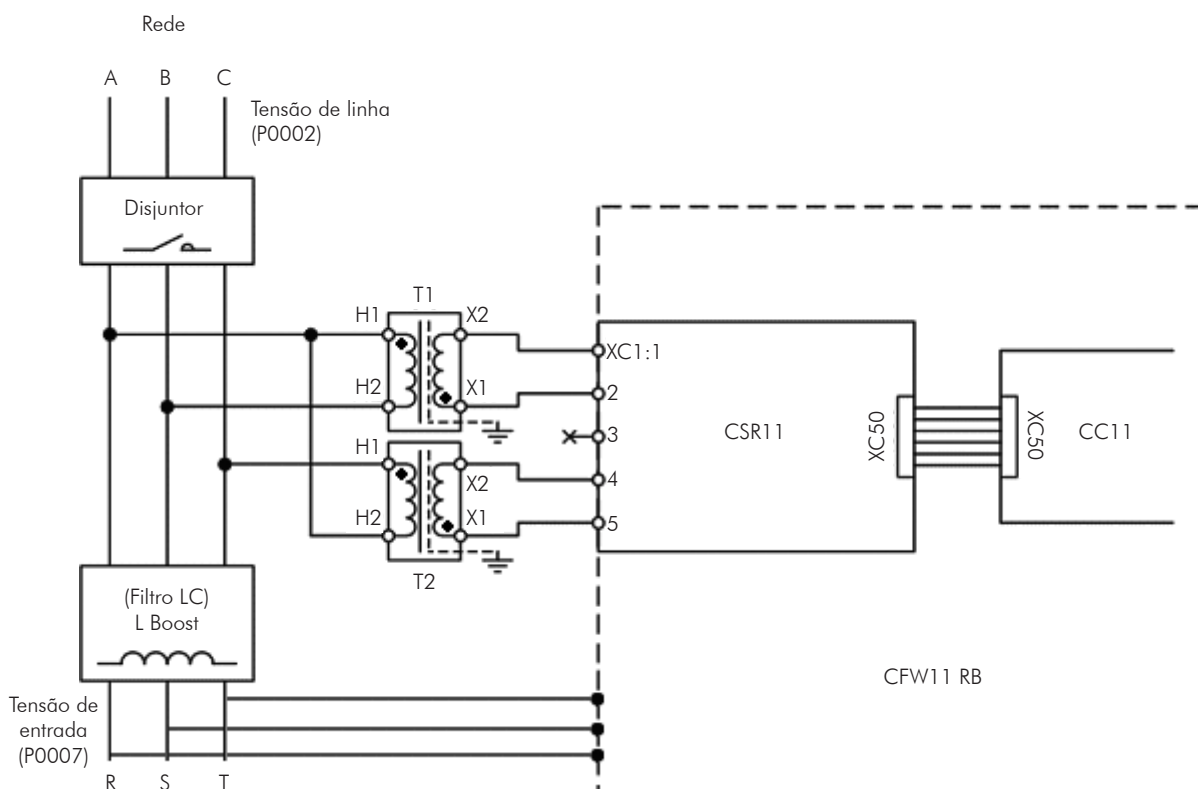

Figura 3.1 - Esquema de conexão do sincronismo
1. A tensão de linha (indicada em P0002) é a tensão medida através do cartão de sincronismo (CSR11) antes do filtro de entrada (Consulte a Figura 3.1 na página 3-1).